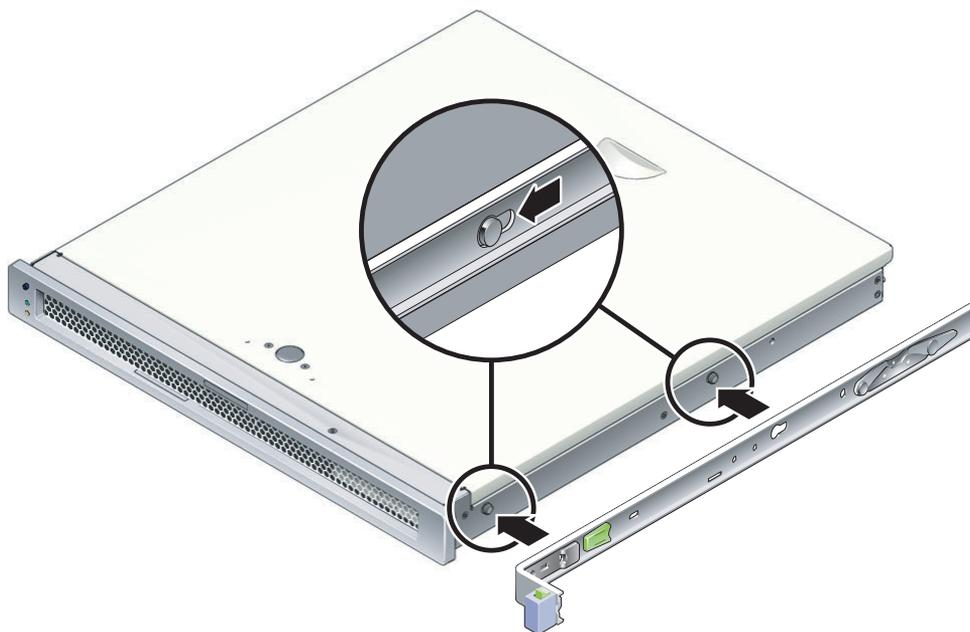

図 2-3 固定部品のシャーシへの取り付け
- a. スライドレールロックを前面側にして、固定部品の 2 つのはめ込み用の穴とシャーシ側面の 2 つの位置決め用のピンの位置を合わせて、サーバのシャーシに固定部品を配置します (図 2-3)。
- c. 位置決め用のピンがどちらもはめ込み用の穴に固定され、前面側の位置決め用のピンが固定部品のロックにかみ合っていることを確認します (図 2-3)。